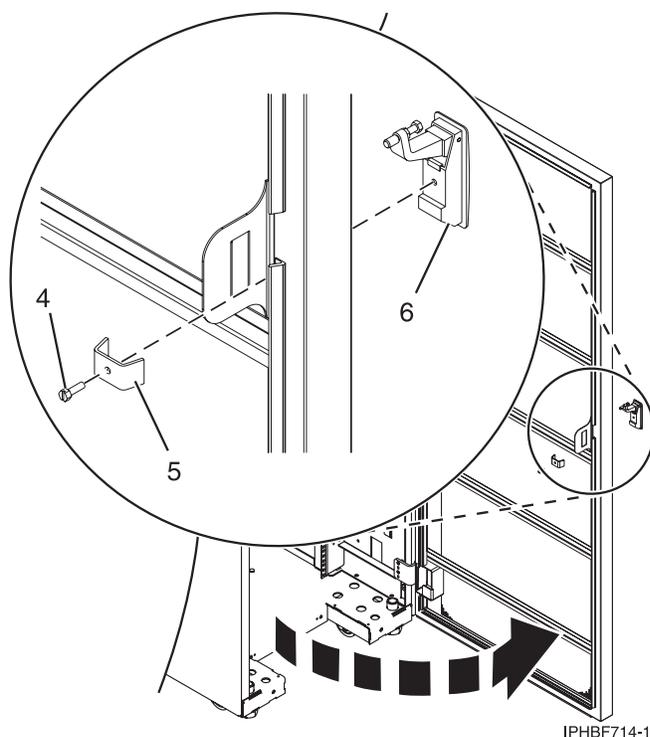

Figure 98. Retrait du loquet du volet
- b. Sur la partie intérieure du volet, retirez la vis (4) qui fixe le verrou sur le volet de l'armoire (voir la figure 98).
- c. Retirez le taquet (5).
- d. Retirez le loquet (6) situé sur la partie extérieure du volet.
- a. Sur la partie avant du volet, insérez le verrou à clé de l'armoire dans le logement du loquet (6) (voir la figure 98).
- b. Installez le verrou en fixant le support (5) à l'aide de la vis (4) sur la partie intérieure du volet.